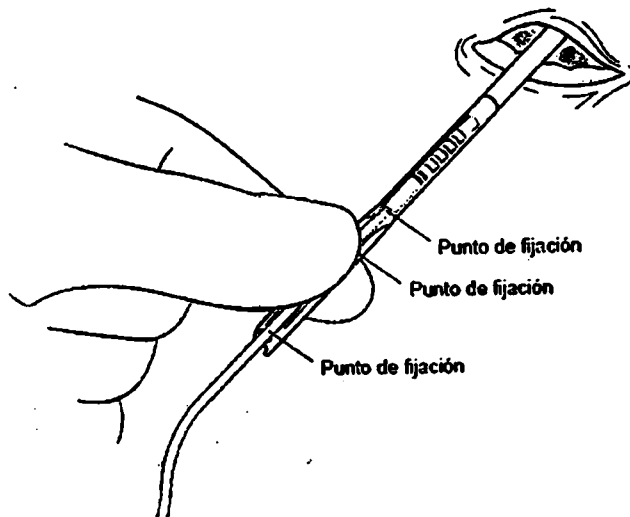

Figura 6. Presione la extensión para asentarla completamente en el portal del portador.
b. Utilizando el dedo pulgar, presione la extensión para asentarla completamente en el portal del portador. Asegúrese de que la extensión descansa plana y que la extensión está completamente asentada en los puntos de fijación (Figura 6).